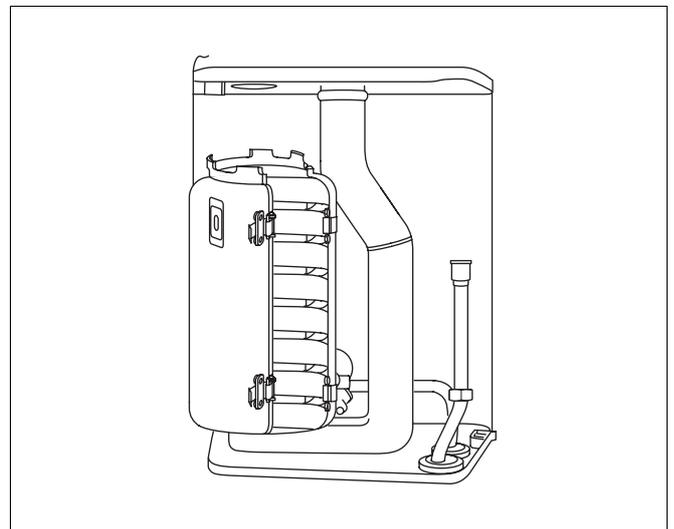

Abb. 40 Schnappverschlüsse (Halbschale)
- Vordere Halbschale der Verbrennungskammer entfernen (Abb. 40). Dazu Schnappverschlüsse lösen (vier Stück).